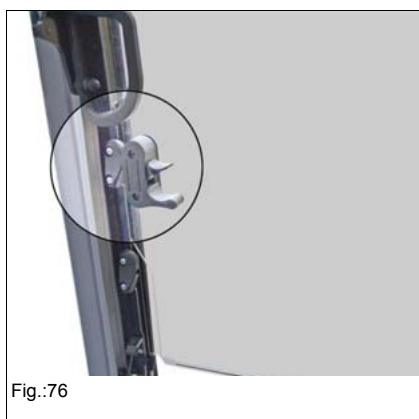

Fig.:76
- Al abrir o cerrar el parabrisas completo, el parabrisas inferior tiene que estar completamente abierto (Fig. 76).